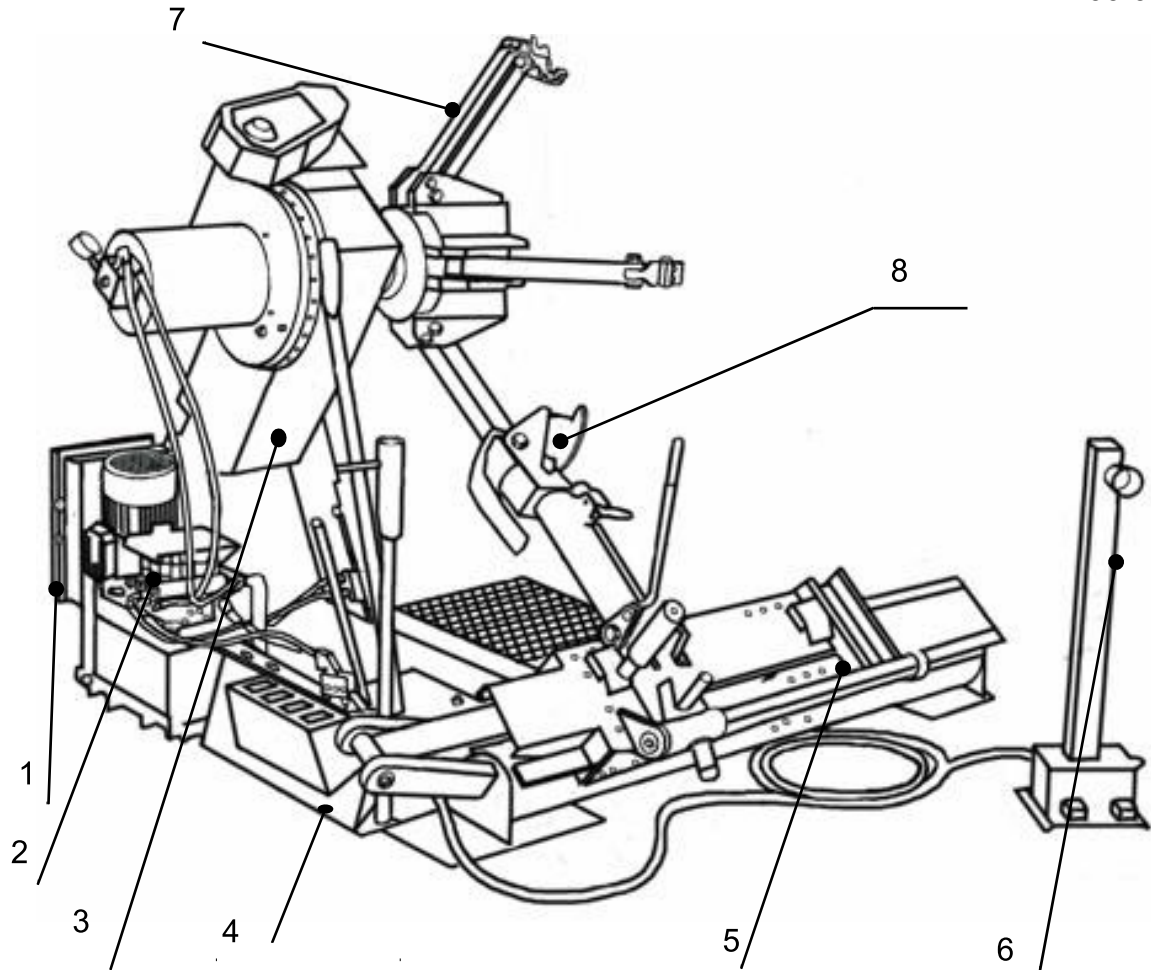

Рисунок 1. Стенд шиномонтажный грузовой
4.2.1 Стенд представляет собой стационарное устройство с электрогидроприводом. Конструкция станда (Рисунок 1) включает в себя станину 4, на которой установлены силовой шкаф 1, гидростанция 2, консоль зажимного устройства с собственной кареткой 3, каретка монтажного инструмента 5. В свою очередь на каретке закреплен инструмент монтажа 8, а на консоли зажимного устройства – устройство зажима колеса 7. Для управления работой станда имеется переносная стойка управления 6.
4.2.7 Каретка 5 (Рисунок 1) предназначена для закрепления монтажного инструмента и для перемещения его в плоскости, параллельной оси колеса.
4.2.9 Зажимное устройство 7 (Рисунок 1), представляет собой сварную конструкцию, в подшипниках скольжения которой установлен (с возможностью вращения) шпindel, на переднем торце которого закреплена чашка, несущая четырехзвенный параллелограммный механизм зажима обода. Внутренняя полость шпинделя является гильзой гидроцилиндра (двухстороннего действия), на конце штока которого закреплены шайба и крестовина. При перемещении штока происходит перемещение втулок и осей, следовательно, сведение и разведение лапок.